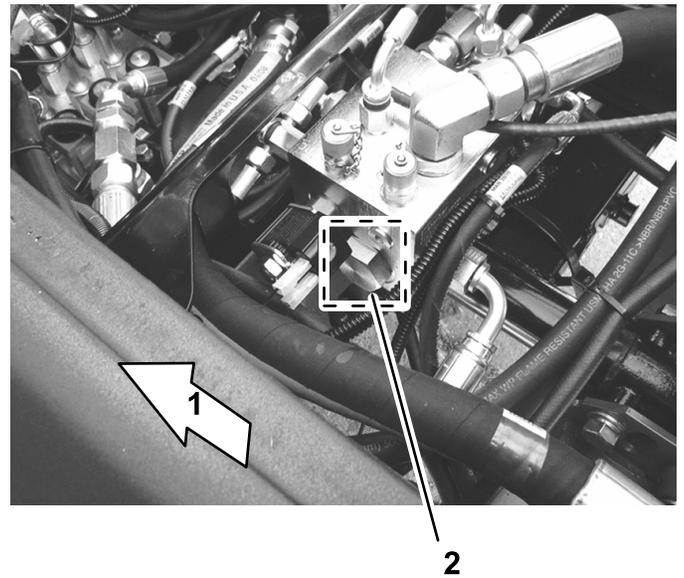

Figura 5
1. Elimine los residuos de la zona de alrededor del colector de tracción (Figura 5).